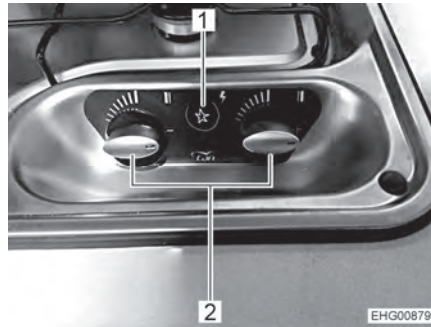

Bild 127 Reglage, knappar för gasspis
- Vrid vridregulatorn (Bild 127,2) till önskad låga till tändningsläge (stor låga).
- Tryck på tryckkontakten (Bild 127,1). Nu bildas tändgnistor vid brännaren.